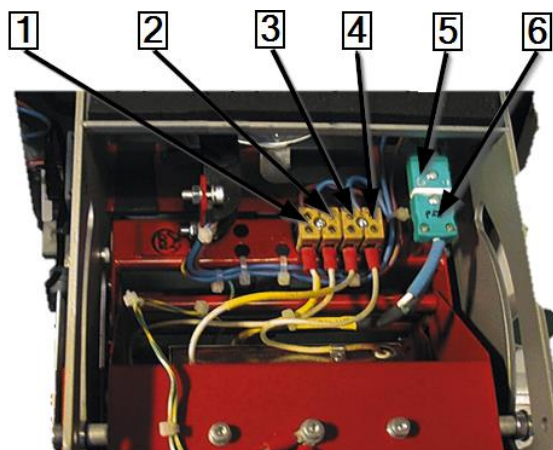

Abb. 62 : Elektrické a tepelné prípojky
- Odstráňte 2 upevňovacie skrutky dolného ohrievacieho prvku (2).
- Pripojte všetky elektrické a tepelné prípojky horného a dolného ohrievacieho prvku. Pozri Abb. 62 : Elektrické a tepelné prípojky, strana 98.